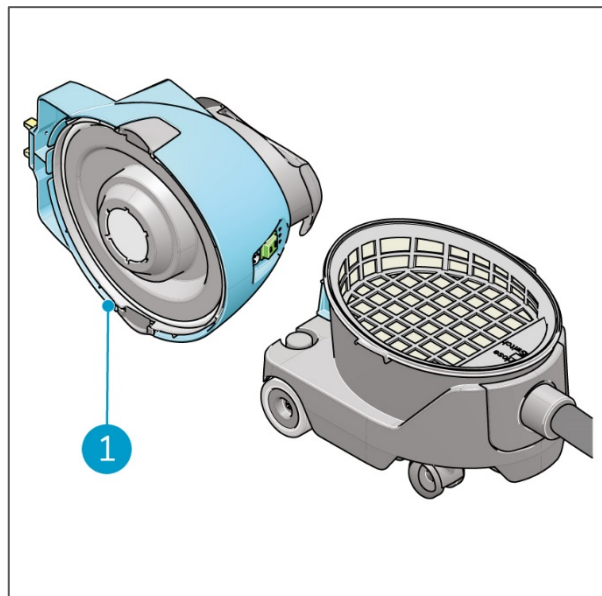

Abbildung 10
5. Platzieren Sie den Deckel auf einer ebenen Fläche (Figure 10, Pos. 1).